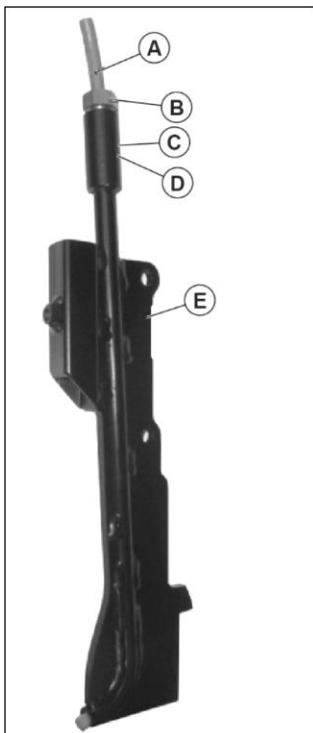

Fig.4
- Nella struttura della pinna (E).
- Vanno inseriti nell'ordine: l'anello OR (D),
- Il distanziale (C) e la boccola filettata (B).
Con la boccola leggermente allentata va infilato il tubo flessibile (A) finché non fuoriesce dalla parte inferiore per circa 5 mm. A questo punto si procede con il serraggio della boccola filettata con ausilio di una chiave n. 17 e il conseguente bloccaggio del tubo. In Fig. 4 si può vedere l'aspetto della pinna correttamente assemblata. Si può quindi procedere al fissaggio della pinna alla struttura della macchina.